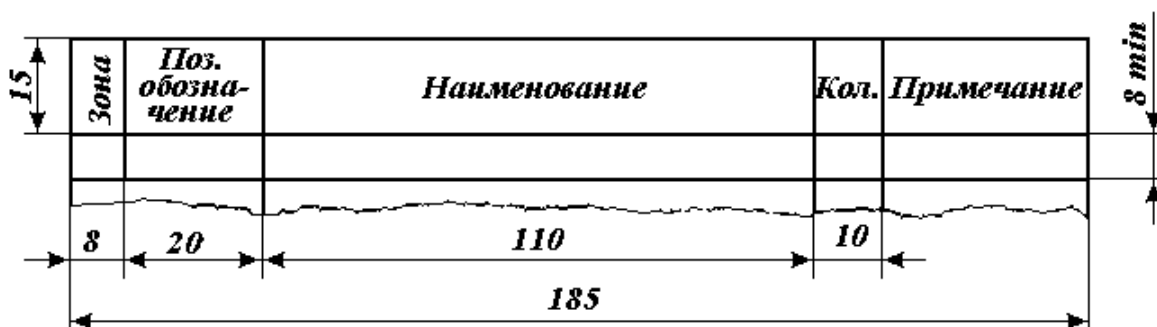

Рис. 4.2 - Форма таблицы перечня элементов с разбивкой поля схемы на зоны
- - в графе «Зона» (в случае разбивки поля схемы на зоны, *рис. 4.2*) - обозначение зоны; при строчном способе выполнения схемы - номер строки, в которой расположен данный элемент (устройство).